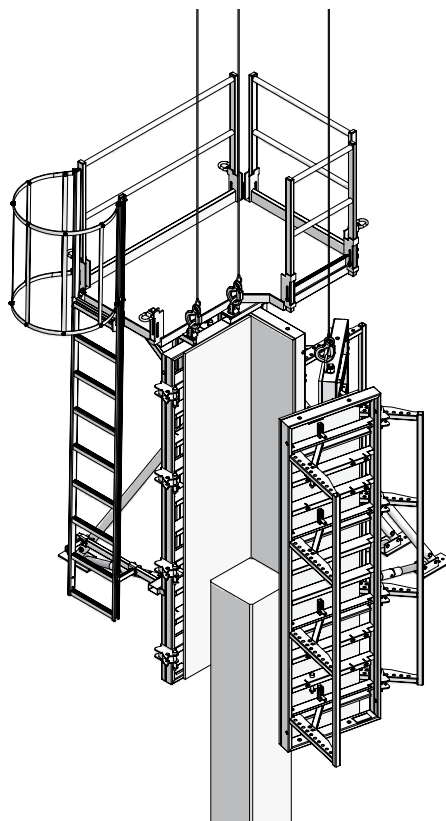

Abb. 13.3
1. Das Krangelänge in die Umsetzbügel einhängen (Abb. 13.3).